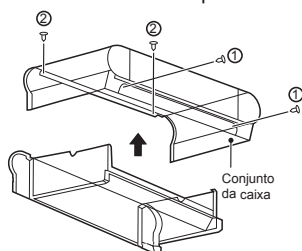

Figura 4-6 Remoção da caixa
- Como mostrado na Figura 4-6, remova os parafusos ① *2 e ② *2 e, em seguida, a caixa.